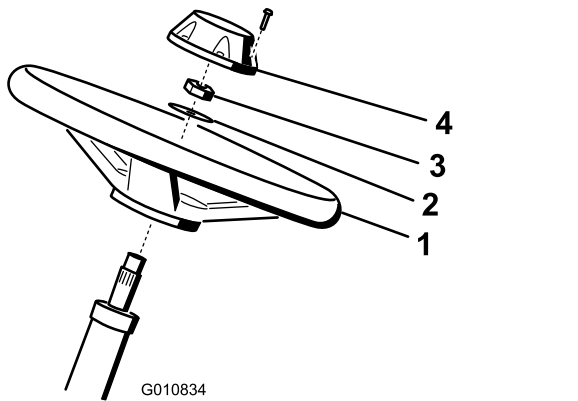

図 5
1. ハンドルをステアリングシャフトにはめ込む 図 5。
2. ワッシャをステアリングシャフトにはめ込む 図 5。
2.83.6kg/m = 2026ft·lb にトルク締めする 図 5。
4. キャップを取り付け、ボルト6本で固定する 図 5。